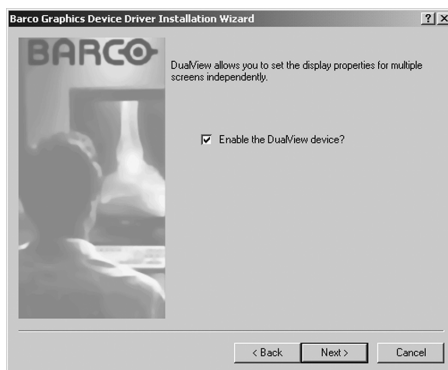

Figure 20
7. La sélection que vous opérez au niveau de l'écran « Enable DualView » (figure 20 ci-dessous) détermine si DualView est activé ou non. DualView permet à une carte graphique à deux têtes d'afficher deux bureaux distincts, un sur chaque écran plutôt qu'un seul écran virtuel réparti sur deux écrans physiques.